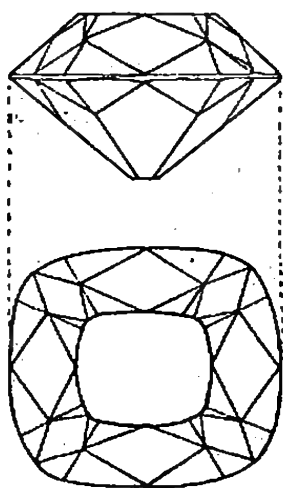

Fig. 47. — Diamant taillé en brillant.
3. Le diamant est du charbon pur cristallisé. — C'est le plus dur des corps connus. Généralement *incoloré*, il est parfois *jaune*, *rose*, *bleu* ou *noir*. Convenablement taillé (fig. 47, 48), il produit des effets de lumière qui le